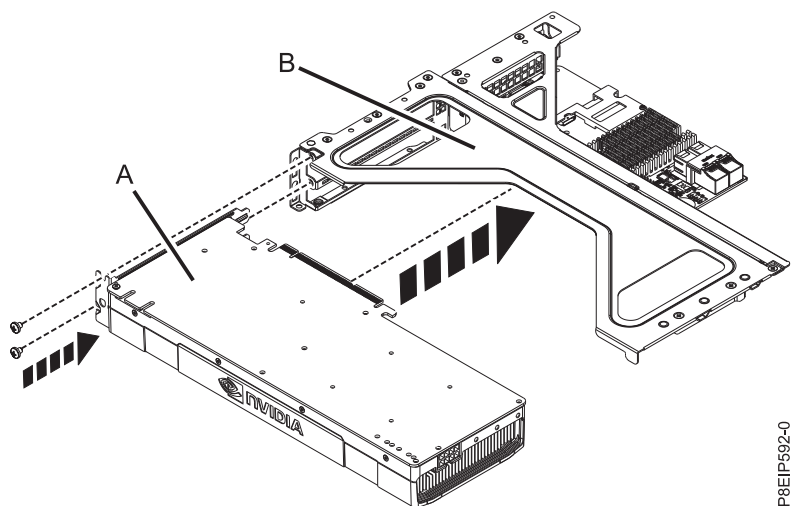

Figura 16. Inserindo a GPU no riser
5. Conecte a GPU (A) ao riser do adaptador PCIe (B) conforme mostrado na Figura 16. Prenda o suporte sobre trilhos da GPU com um ou dois parafusos conforme necessário.